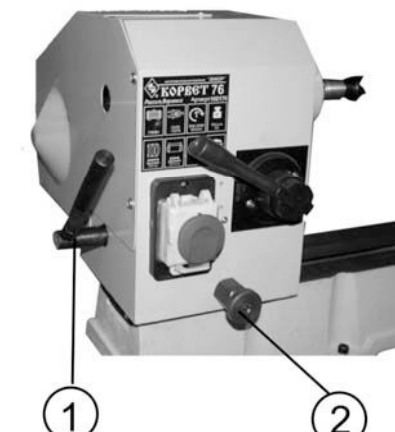

Рис.11
9.2. Установка позиции передней бабки (Рис. 11)